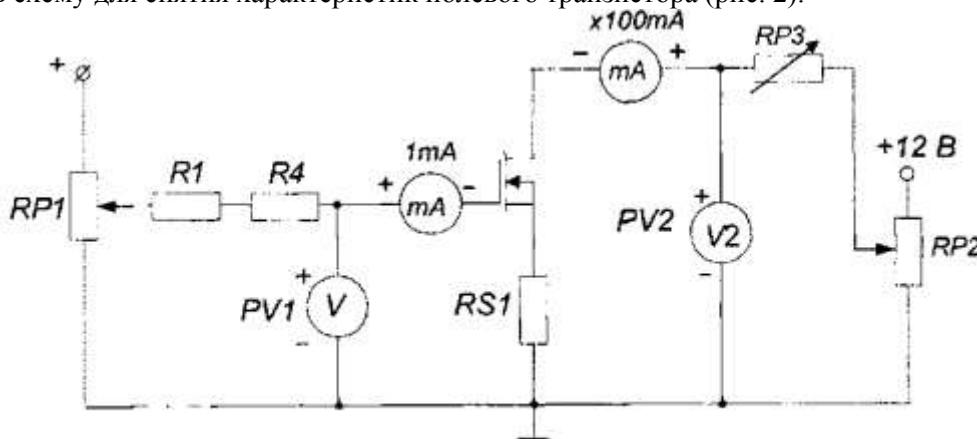

Рис.2 Схема для снятия стоко-затворной характеристики полевого транзистора
- 1) Собрать схему для снятия характеристик полевого транзистора (рис. 2).
2) Снять стокозатворную характеристику $I_c = f(U_{зи})$ при постоянном напряжении на стоке U_c , используя схему на рис. 2. Экспериментальные точки записывать в таблицу и наносить на график. Изменяя напряжение на затворе от нуля до максимального значения при помощи потенциометра RP1, снять стоко-затворную характеристику при $RP3=150$, $RP2=3,5$). При снятии характеристики убедитесь, что ток затвора I_z мал. На начальном участке характеристики точки снимать чаще.